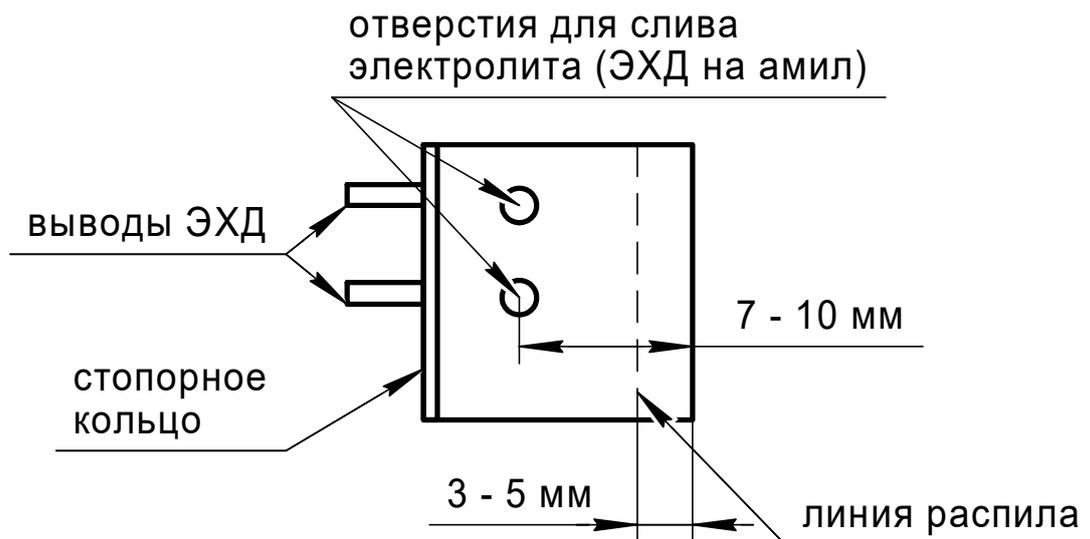

Рисунок 7.1 – Схема утилизации ЭХД
- при помощи скальпеля срезать кольцо стопорное со стороны выводов ЭХД (см. рисунок. 7.1);
- для ЭХД на амил (N_2O_4): рассверлить в корпусе ЭХД два отверстия диаметром 1 – 2 мм на расстоянии 5 – 10 мм друг от друга (см. рисунок. 7.1), через рассверленные отверстия осторожно слить в канализацию электролит методом десятикратного разбавления, промыть ЭХД под струей водопроводной воды, промывку выполнять до исчезновения кислой реакции по индикаторной бумаге, сушить на воздухе до полного высыхания;